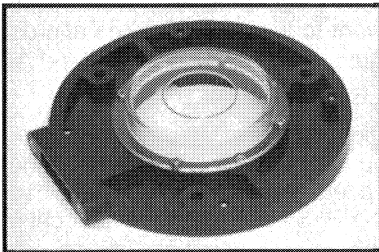

Fig. 2
1. Utilisez quatre vis No. 4-40 x ¼ po (tirées du jeu de ferrures de montage) afin d'assembler le couvercle transparent sur le dessus de la base de l'aspirateur (voir Fig. 2).